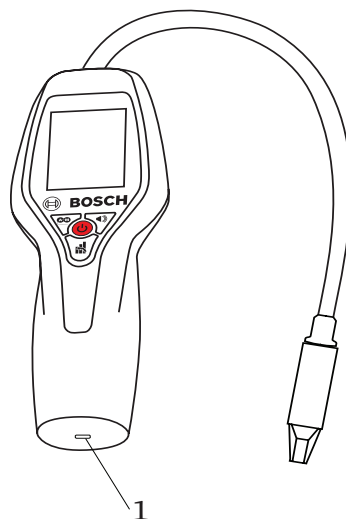

Fig. 19: Ricarica del rilevatore di perdite
1. Collegare il cavo del connettore micro USB alla porta di ricarica che si trova alla base del rilevatore IR LD 1.0 (vedi Fig. 19).